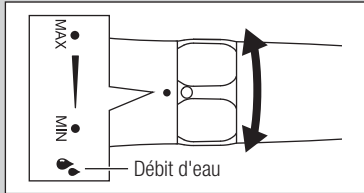

Fig. 8
- La quantité de poudre pulvérisée peut être ajustée grâce à l'anneau de contrôle du débit (Fig. 8). En mode normal d'utilisation, réglez le débit au minimum. Adaptez-le pour vérifier la quantité de poudre pulvérisée ainsi que l'état du patient.